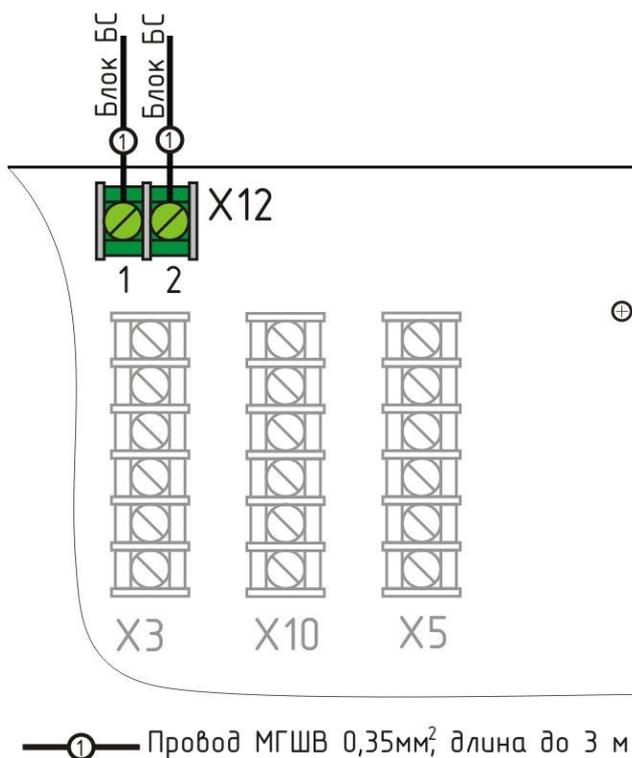

Рисунок 13 - Подключение цепи блокировки большой скорости
2) Подсоединить промаркированные концы цепей УБ соединительного кабеля «БДК-Л – ШУ лифта» в блоке БДК-Л-4М2, БДК-Л-3М2 (рисунок 13 и 15).